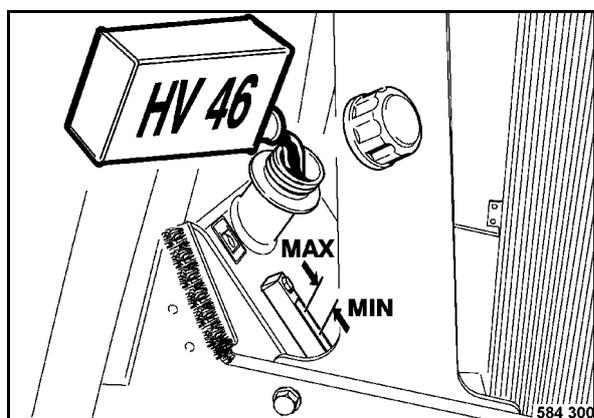

Рис. 129
- Проверить уровень масла в баке масла для гидросистемы в смотровом стекле (Рис. 129).